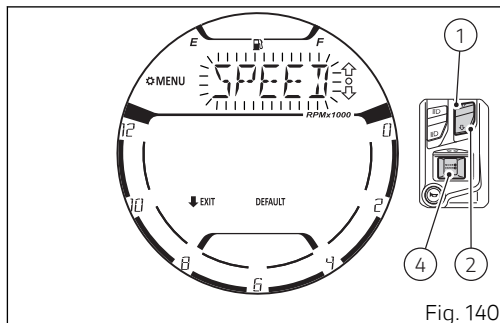

Fig. 140
Mediante los pulsadores (1) y (2) seleccionar el valor parpadeante "SPEED" (Fig. 140) y presionar el pulsador (4).
En alternativa con los pulsadores (1) y (2) es posible seleccionar la unidad de medida deseada haciéndola parpadear. Presionar el pulsador (4) para confirmar. Luego el display vuelve a visualizar la inscripción "SPEED" parpadeante (Fig. 140).
Luego el display vuelve a visualizar la inscripción "SPEED" parpadeante (Fig. 140).